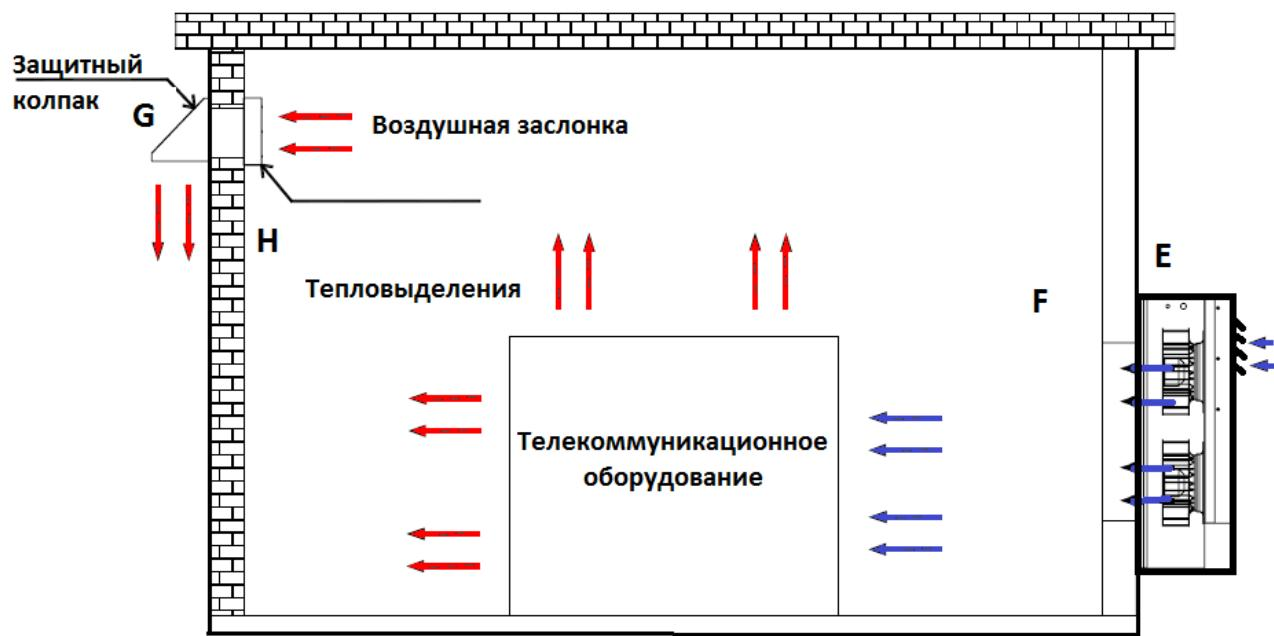

Рис. 3.1 Монтажная позиция
- В шельтере базовой станции следует выполнить два выреза и 22 отверстия для заклепочных гаек M6/M8 (см. рис. 3.1 и 3.2).